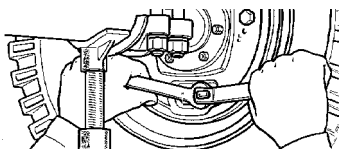

Рис. 9.32. Регулировка тормозных колодок заднего колеса с помощью опорных пальцев
3. Нажав на педаль тормоза усилием 12 - 16 кгс, подведите поворотом опорных пальцев концы колодок со стороны пальцев до упора в барабан (рис. 9.32). Затем затяните в этом положении гайки опорных пальцев, не допуская при этом их поворота.